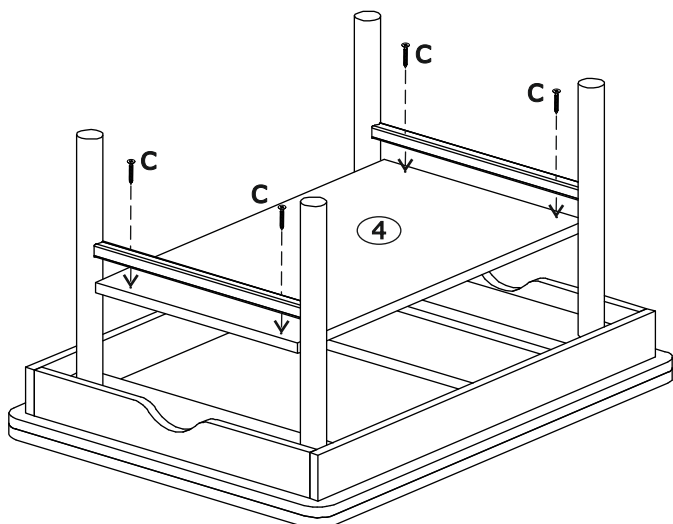

Рис.9
**ВНИМАНИЕ! Винт «б» затягивать диагонально. После затяжки винтов «б» затянуть шурупы «с» (рис.9) до конца.**